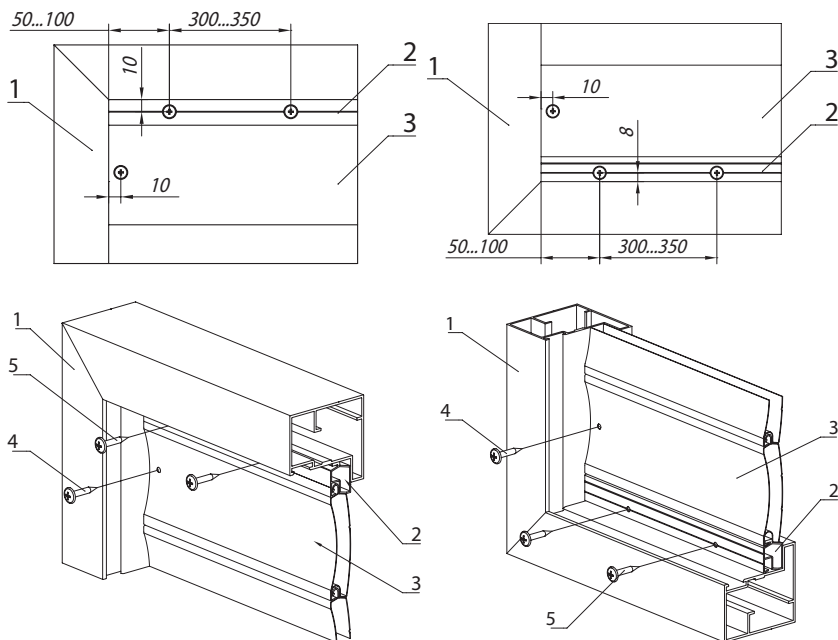

Рис. 16. Установка заполнения:
- Произвести разметку под сверление отверстий для крепления полотна заполнения в соответствии с рис. 16. При этом отверстия для крепления: